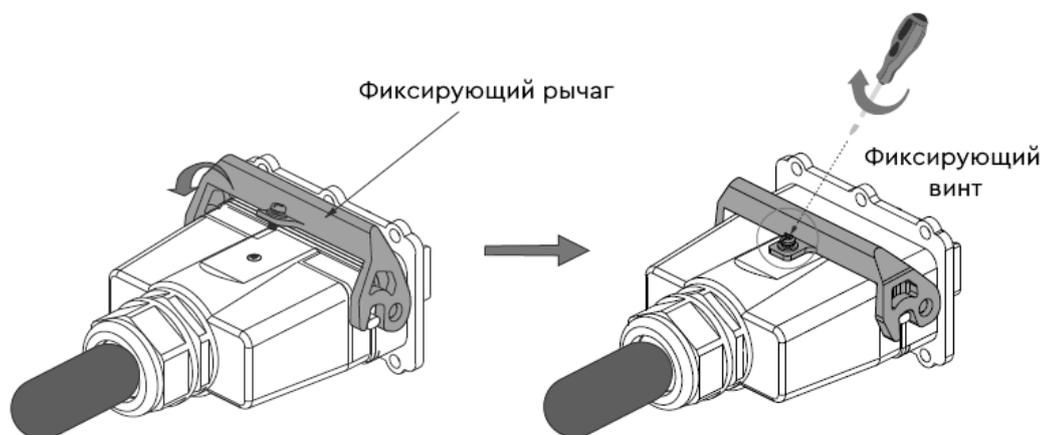

Рисунок 20. Установка защитного кожуха.
5. Чтобы закрепить защитный кожух на клеммной колодке переменного тока, установите кожух и нажмите на фиксирующий рычаг, затем закрутите фиксирующий финт (Рисунок 20).